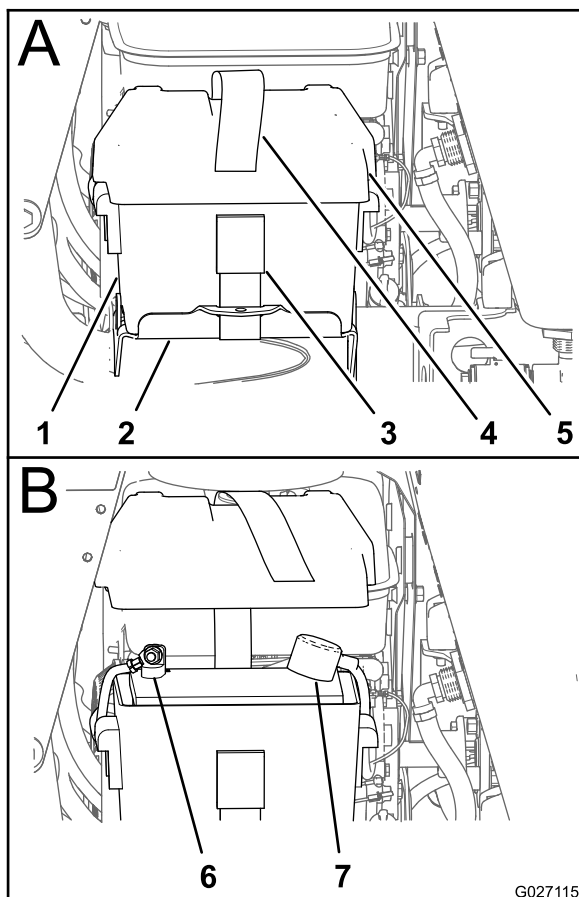

Figure 3
1. Déposez le couvercle du bac de batterie (Figure 3).
2. Connectez le câble positif à la borne positive (+) de la batterie au moyen d'un boulon à embase et d'un écrou à embase (Figure 3).
3. Connectez le câble négatif à la borne négative (-) de la batterie au moyen d'un boulon à embase et un écrou à embase (Figure 3).
4. Placez le couvercle sur le bac de la batterie et fixez le couvercle ainsi que le bac sur le support de la batterie à l'aide de la sangle (Figure 3).